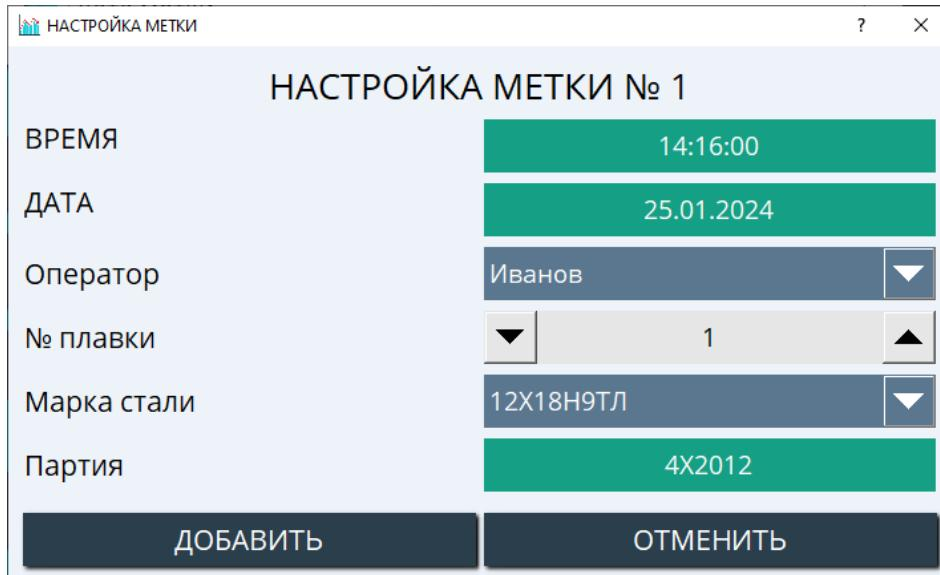

Рисунок 2.25 – Настройка метки
2.7.1 «ДОБАВИТЬ». Данная настройка позволяет создавать новую метку (рис. 2.25).